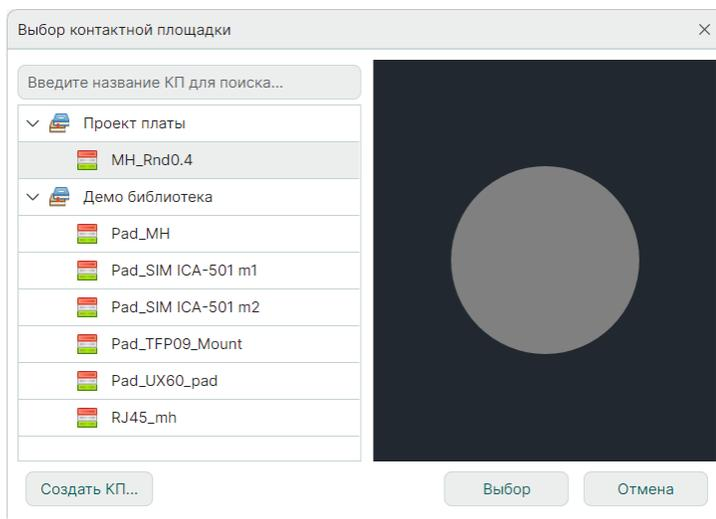

Рис. 188 Выбор типа монтажного отверстия
2. Выберите тип монтажного отверстия в окне «Выбор контактной площадки» и нажмите кнопку «Выбор», см. Рис. 188. В окне отображаются монтажные отверстия, созданные во всех доступных библиотеках.